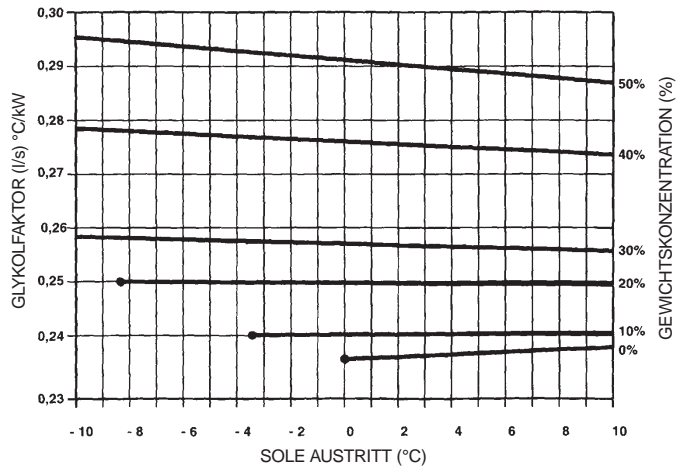
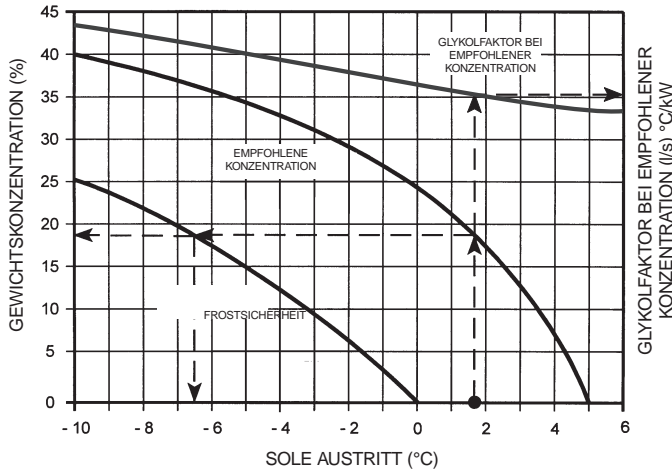

ABBILDUNG 13
ABBILDUNG 14
- Die empfohlene Konzentration für Propylenglykol bei -6 °C beträgt 35 % (Abbildung 13), die erforderliche Konzentration liegt jedoch bei 40 %. Daraus ergibt sich ein Glykol-Korrekturfaktor von 0,254 (Abbildung 14).